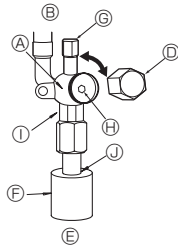

Fig. 4-5
(1) Côté gaz/liquide de ZM71 (Fig. 4-5)
- ① Retirez le bouchon, et tournez la tige de soupape à fond dans le sens antihoraire avec une clé hexagonale de 4 mm. Arrêtez de tourner quand elle frappe la retenue.